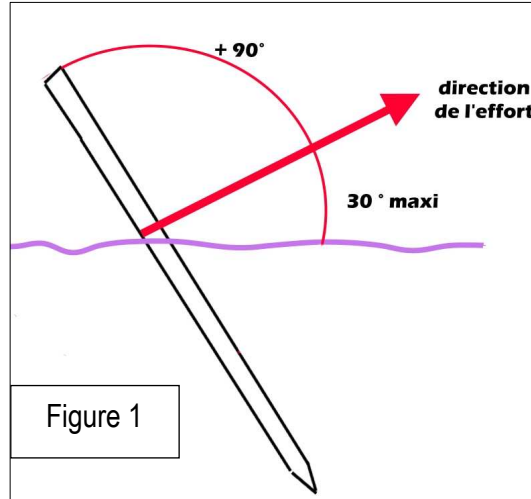

Figure 1
- Il doit être mis en place avec un angle de 30° maximum (voir figure 1).